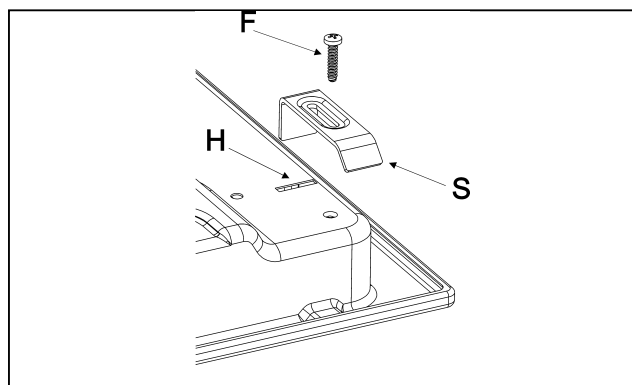

FIG. 10
- Bloquear con las bridas "S", teniendo cuidado de introducir la parte sobresaliente en la ranura "H" que se encuentra en el fondo y enroscar el tornillo "F" hasta que la brida "S" llegue al top (fig. 10).